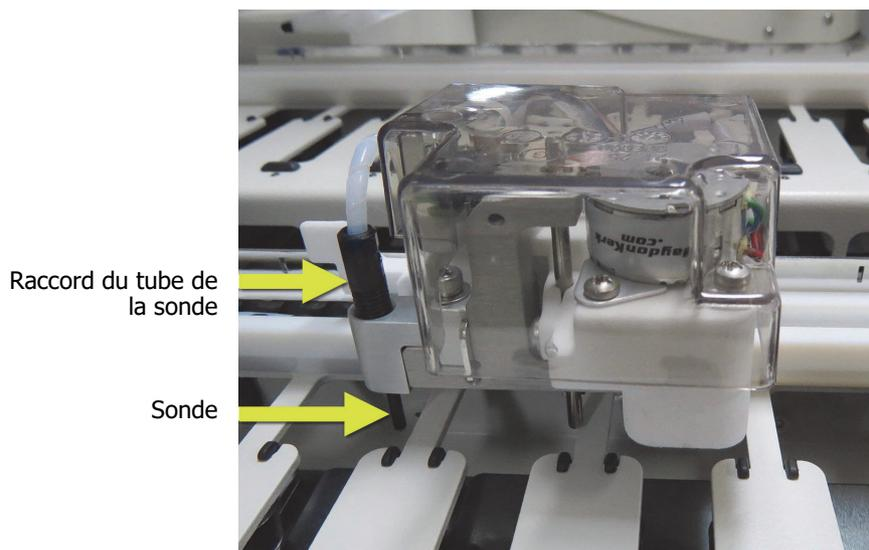

Figure 139 : Essuyez les trois sondes du robot à liquide en vrac à l'alcool à 70 % (la sonde est indiquée)
6. Dévissez le raccord du tube de la sonde que vous remplacez, soulevez et sortez la sonde du robot à liquide en vrac (voir Figure 139).